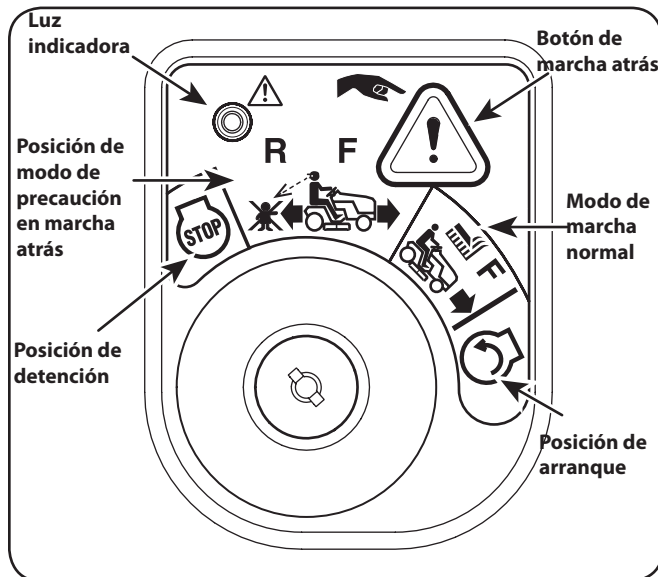

Figura 5-1
2. Gire la llave de la posición CORTE NORMAL  (verde) a la posición MODO MARCHA ATRÁS CON PRECAUCIÓN  (amarillo) del módulo de encendido. Consulte Figura 5-1.
3. Oprima el PULSADOR DE MARCHA ATRÁS  en el ángulo superior derecho del módulo de encendido. La luz indicadora roja en el ángulo superior izquierdo del módulo de encendido se mantendrá ENCENDIDA mientras está activada. Consulte Figura 5-1.